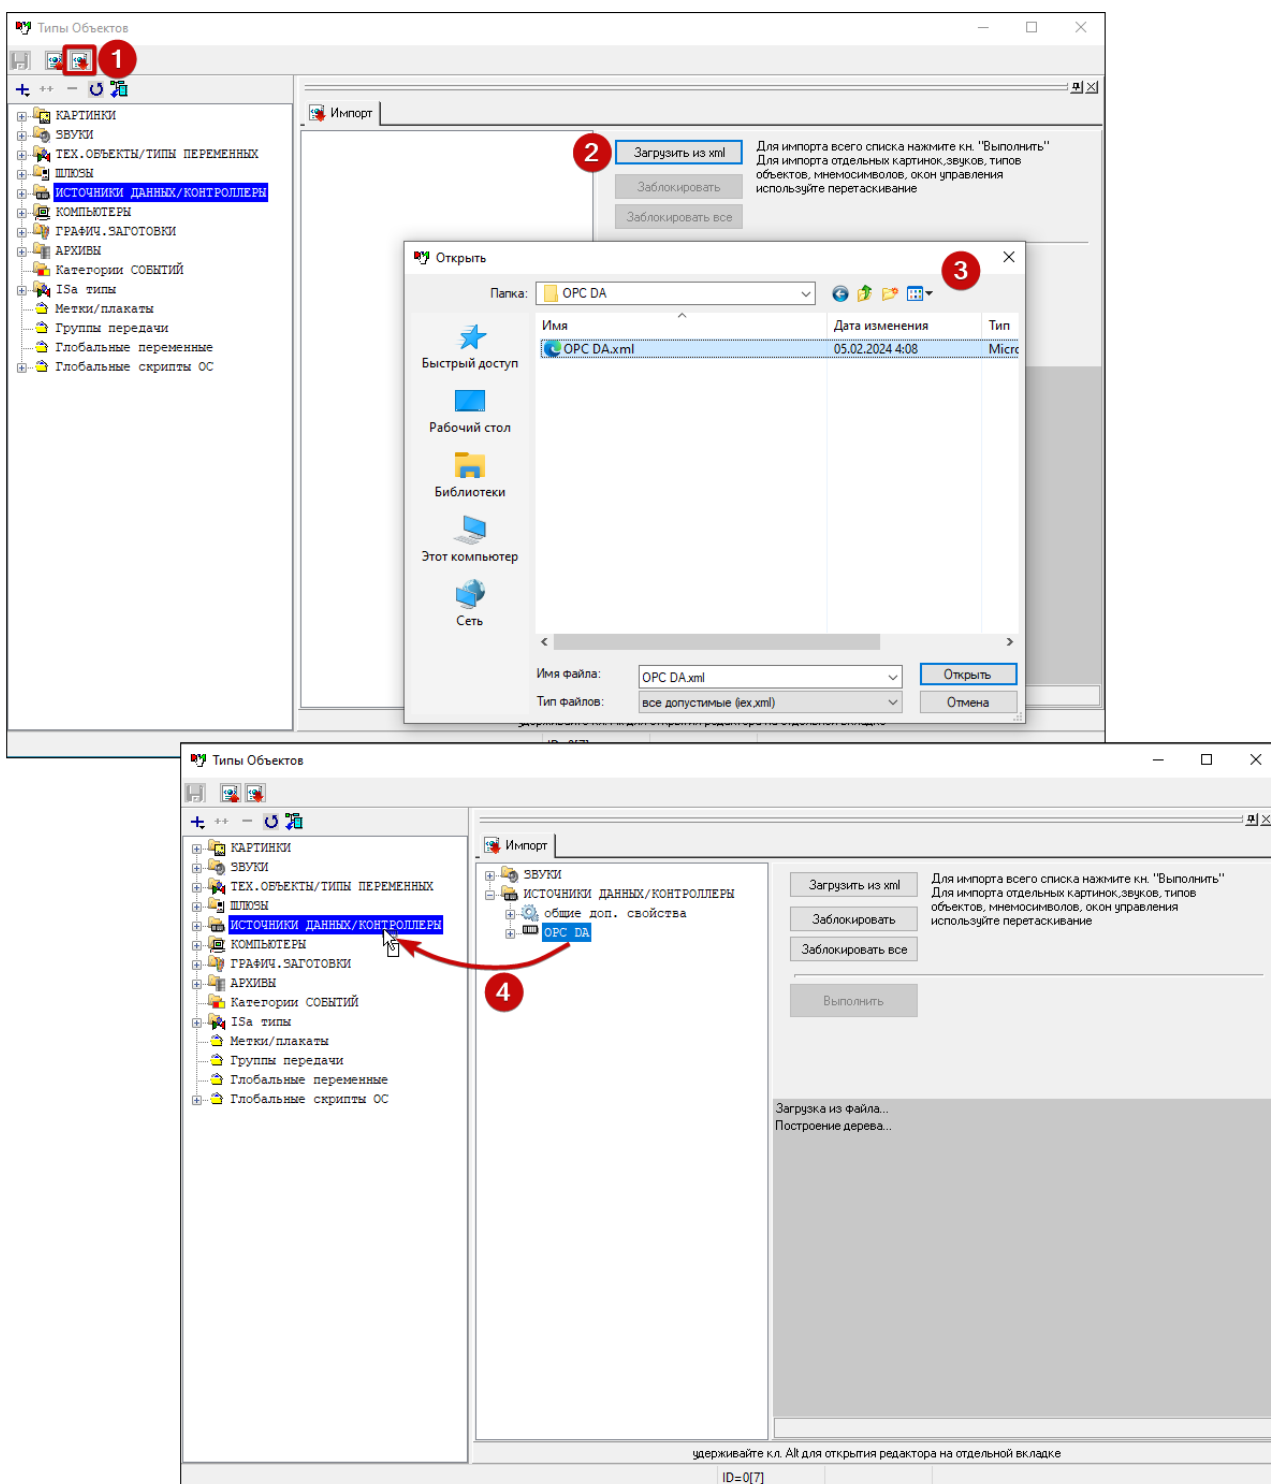

Рисунок 17.3. Импорт из xml-файла
- 1) Нажмите кнопку  (рис. 17.3 [1]).
- 2) В правой части окна на вкладке "Импорт" нажмите кнопку "Загрузить из xml" (рис. 17.3 [2]).
- 3) В открывшемся окне перейдите в каталог ...\\DefTypes и выберите нужный файл (рис. 17.3 [3]). В нашем случае это OPC DA.xml.
- 5) На вкладке "Импорт" выберите файл OPC DA и перетащите его в левую часть окна на позицию "Источники данных/ Контроллеры" (рис. 17.3 [4]).